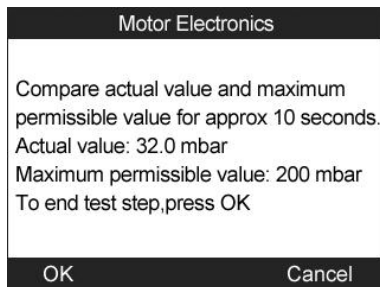

Figura 13.44
- e) Compruebe la contrapresión de escape con el motor funcionando a la velocidad de desconexión. El instrumento leerá el valor real de la contrapresión y lo comparará con el límite superior. (Figura 13.44) Seleccione **OK** para finalizar la prueba o **Cancelar** para volver al menú anterior.